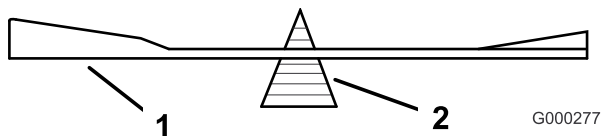

Figura 95
- Verifique el equilibrio de la cuchilla colocándola sobre un equilibrador de cuchillas (Figura 95).